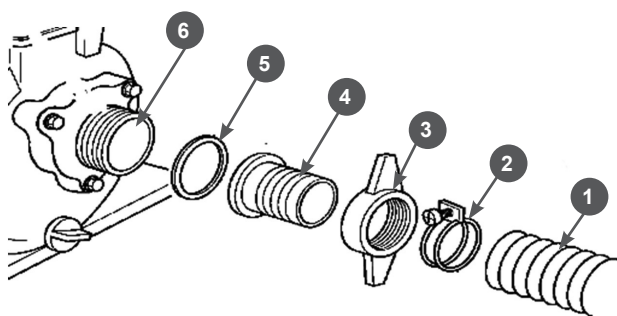

Рис.10
Установите всасывающий патрубок (4) через уплотнительную прокладку (5) к фланцу насоса (6) и плотно затяните гайку фланца (3) Рис.10. Наденьте до упора всасывающий рукав (1) на патрубок и затяните его хомутом (2).